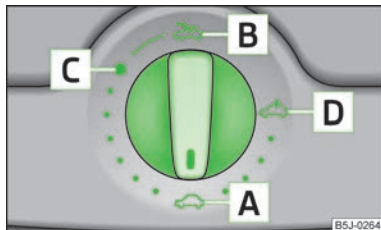

Fig. 20
El techo corredizo/elevable se maneja con el conmutador giratorio » fig. 20 y sólo funciona estando conectado el encendido. El conmutador giratorio tiene varias posiciones.
Si se desembornó y se volvió a embornar la batería del vehículo, puede ocurrir que el techo corredizo/elevable no cierre del todo. Por ello, se deberá colocar el conmutador giratorio en la posición **A** » fig. 20 y presionar hacia delante durante unos 10 segundos.
- Girar el conmutador a la posición **C** » fig. 20 de la página 36.
- Girar el conmutador a la posición **B** » fig. 20 de la página 36 y mantenerlo en esa posición (posición con resorte).
- Girar el conmutador a la posición **D** » fig. 20 de la página 36.
- Girar el conmutador a la posición **A** » fig. 20 de la página 36.
El techo corredizo/elevable está equipado con un limitador de fuerza. Si un obstáculo (p. ej., hielo) impide el cierre, el techo corredizo/elevable se parará y se abrirá completamente. Se puede cerrar por completo el techo corredizo/elevable sin limitación de fuerza, pulsando el interruptor en la posición **A** » fig. 20 de la página 36 delantera hasta que el techo corredizo/elevable esté completamente cerrado » **I**.
Tras cada accionamiento de emergencia (con la llave Allen) se debe colocar el techo corredizo/deflector en la posición básica. Por ello, se deberá colocar el conmutador giratorio en la posición **A** » fig. 20 de la página 36 y presionar hacia delante durante unos 10 segundos.